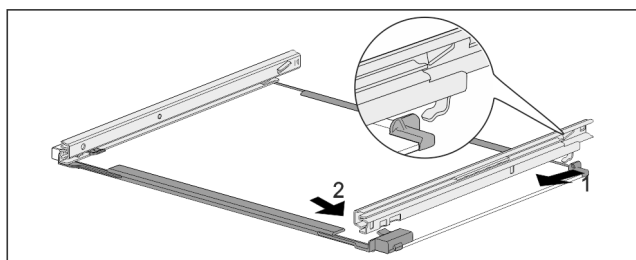

Fig. 68 Ripiano in vetro con guide
- ▶ Agganciare la guida sul lato posteriore. Fig. 68 (1)
- ▶ Innestare la guida sul lato anteriore. Fig. 68 (2)